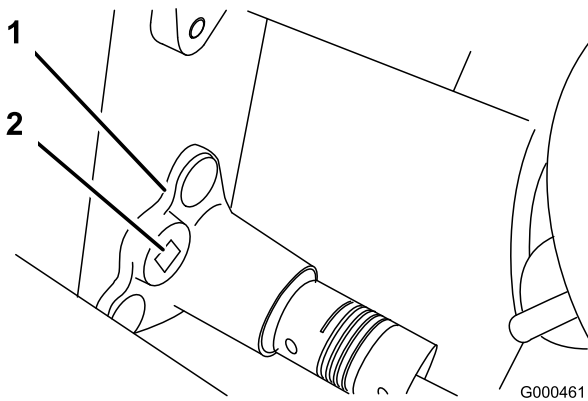

図 37
B. 3/8インチのトルクレンチでベアリング・ハウジングを0.4~0.46 kg.mのトルクで回転させてベルトを張る (図 37)。